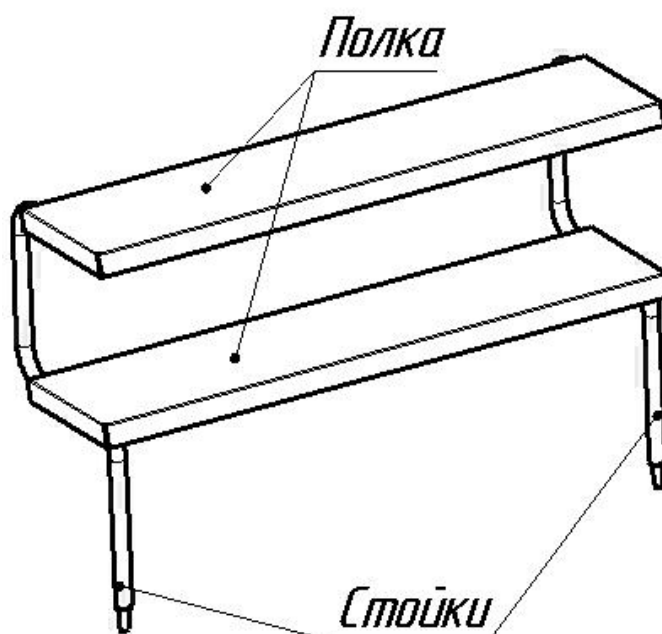

Рис.4 – Полка двойная
**Полка двойная** (рис.4) - поставляется в разобранном виде в индивидуальной картонной упаковке. Схема сборки и перечень комплекта поставки полки находится в её упаковке.